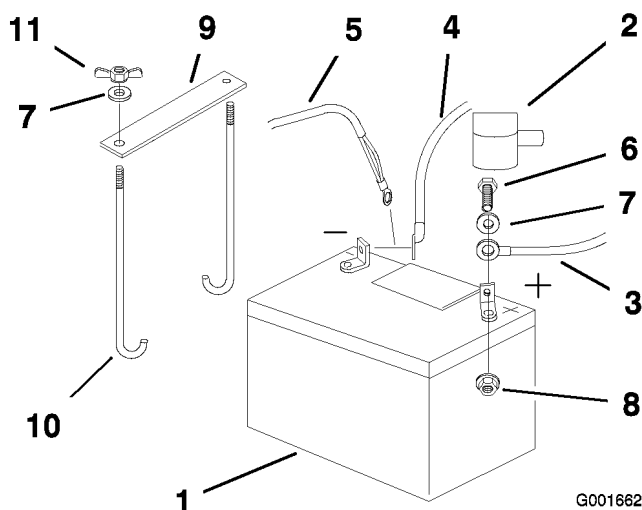

Figura 41
- Primero desconecte el cable negativo de la batería y el cable de tierra del borne negativo (-) de la batería (Figura 41).
- Retire la cubierta de goma roja del borne positivo (rojo) de la batería. Luego retire el cable positivo (rojo) de la batería (Figura 41).
6. Retire ambas tuercas de orejeta (1/4 pulgada) que fijan la brida de la batería (Figura 41).
1. Coloque la batería en la bandeja, con los bornes hacia el motor (Figura 41).
4. Sujete los cables con 2 pernos (1/4 x 3/4 pulgadas), 2 arandelas (1/4 pulgada), y 2 contratuercas (1/4 pulgada) (Figura 41).
6. Fije la batería con pernos en J, una brida de sujeción y 2 arandelas (1/4 pulgada), y 2 tuercas de orejeta (1/4 pulgada) (Figura 41).